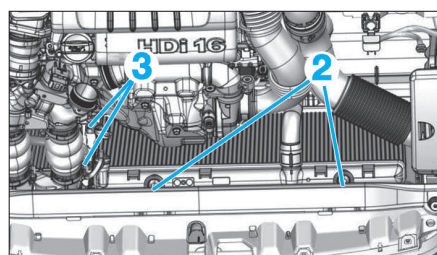

Fig. 6
- les fixations (2) du radiateur de refroidissement moteur (Fig.6),
- les écrous de fixation des conduits de fluide frigorigène (3).